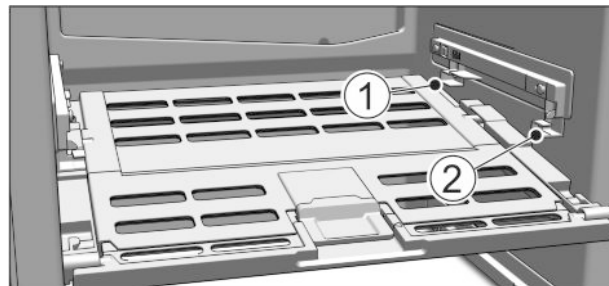

Fig. 75
- ▶ Поставяне на капака на отделението Fruit & Vegetable-Safe: Пъхнете шийките на капака отдолу в задния държач Fig. 75 (1) и фиксирайте отпред в държача Fig. 75 (2).